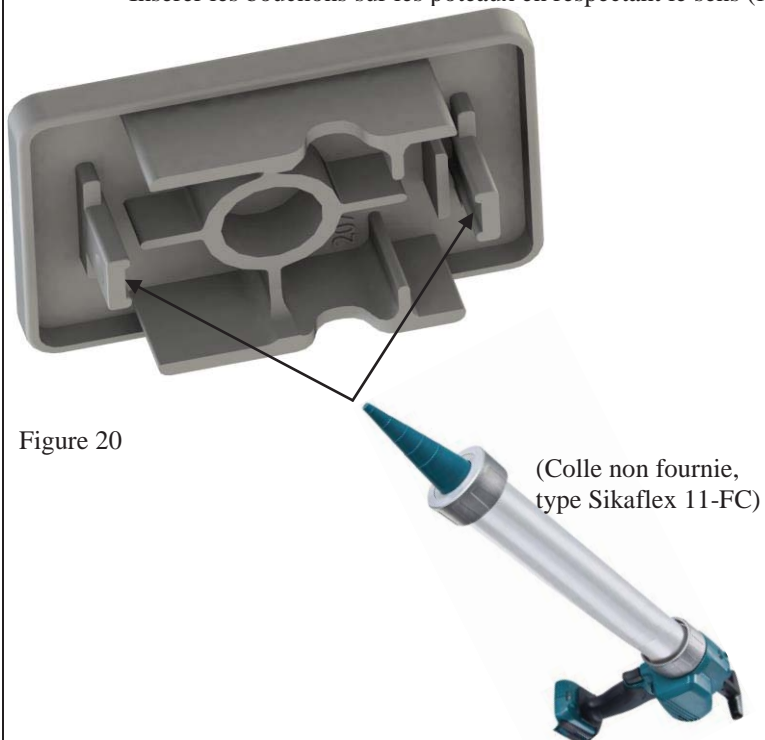

Figure 20
- Appliquer de la colle à l'intérieur des pattes des bouchons (figure 20).